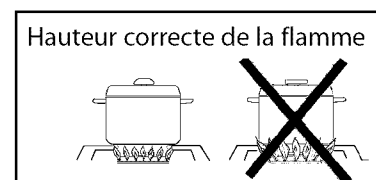

Fig. 20
- Pour des raisons de sécurité, la flamme ne doit jamais dépasser le fond du récipient. Ne laissez jamais les flammes lécher les parois de l'ustensile de cuisson (voir Fig. 20).